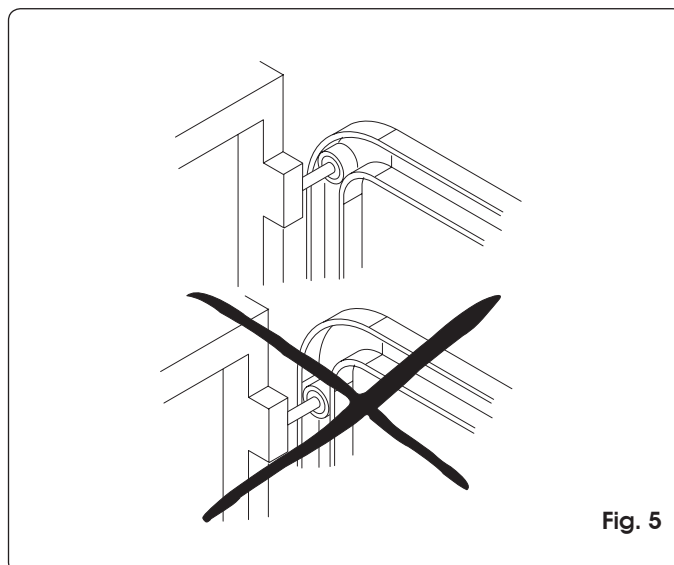

Fig. 5
- Controleer of de bovenste geleiderol van de sectionale deur zich, als de deur dicht is, in het horizontale deel van de geleiderail bevindt (fig. 5).